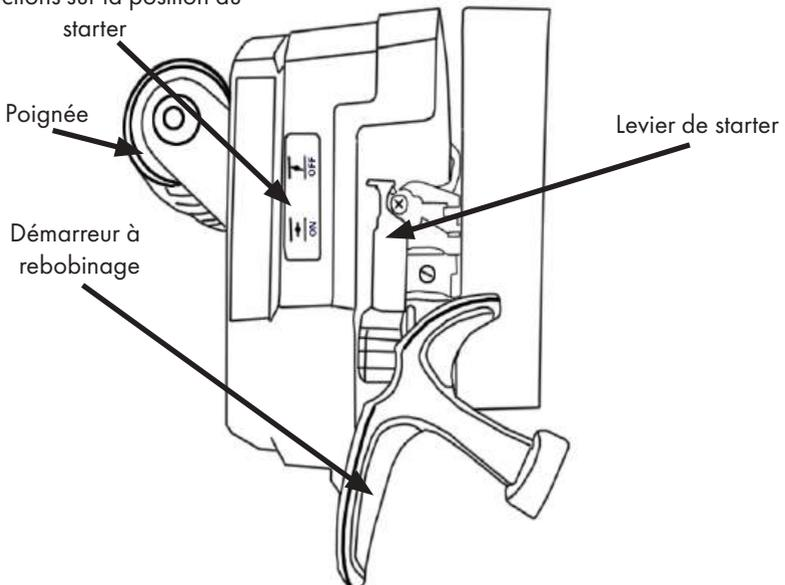

Figure 8
2. Déplacez le levier de starter en position fermée pour étrangler l'air et augmenter le débit de carburant. Voir la figure 8 pour des informations sur la position de l'étrangleur.